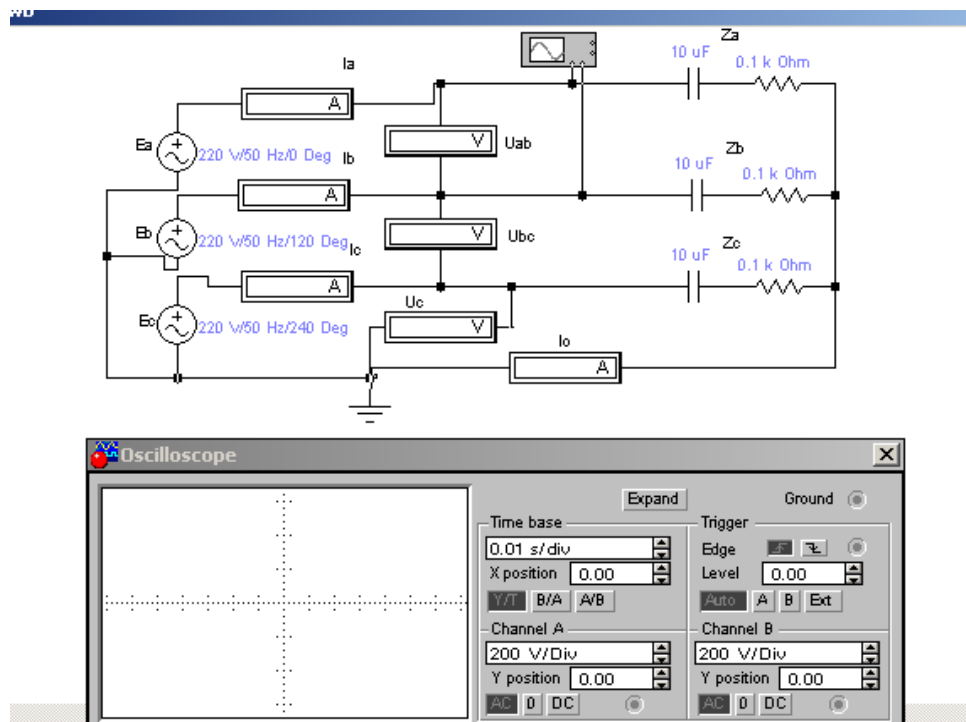

Рис.2 Схема моделирования системы звезда-звезда с симметричной нагрузкой (осциллограф измеряет линейное напряжение)
3.1 Соединение звезда-звезда с симметричной нагрузкой рис. 2,3